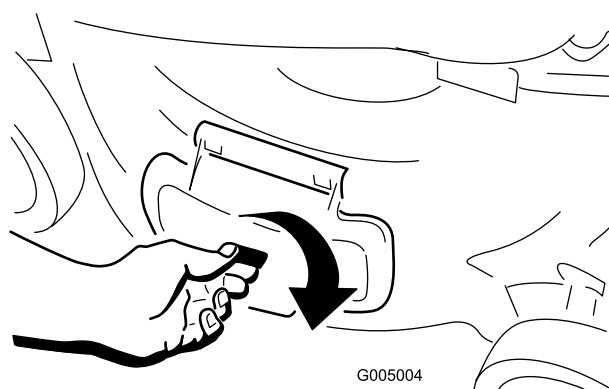

Figure 17
1. Unlock the side discharge door (Figure 17).